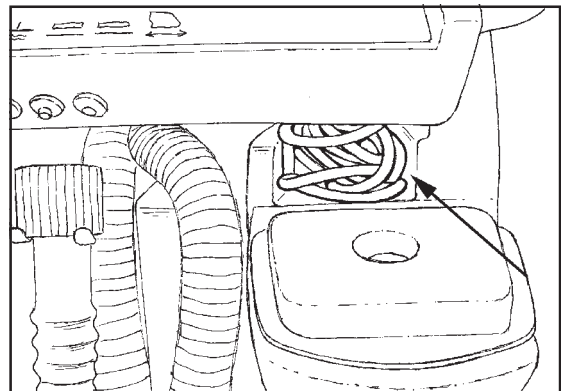

Abb. 29
2. Verstauen Sie das Wechselstromkabel für das Ladegerät im Ablagefach der Maschine (siehe Abb.29).